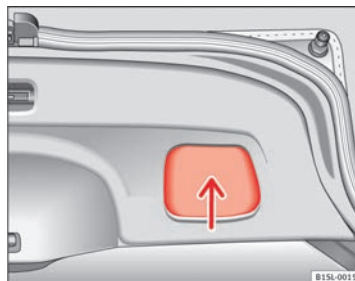

Fig. 23 Hayon arrière ouvert : cavité pour tirer. ►
- Saisissez la cavité du revêtement intérieur du hayon arrière ⇒ fig. 23 (flèche).